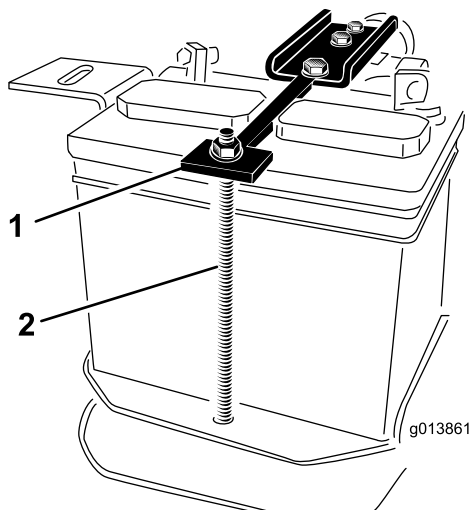

Bild 4
1. Befestigungsschrauben (2)
17. Entfernen Sie die zwei Muttern, mit denen die Befestigungsbänder der Batterie befestigt sind, und legen Sie die Muttern, Scheiben und das Schraubenrohr zur Seite (Bild 4).